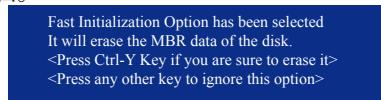

图2
6. 接着出现以下信息时，按<Ctrl>+<Y>键选择清除开机记录，或是按其他键忽略此选项。接下来将出现如图2的画面。